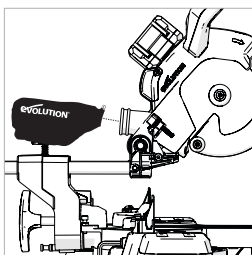

Fig. 50
- Låt dammpåsen glida över dammutsugningsporten, se till att fjäderklämman greppar tag om porten och håller dammpåsen säkert på plats. (**Fig. 50**)